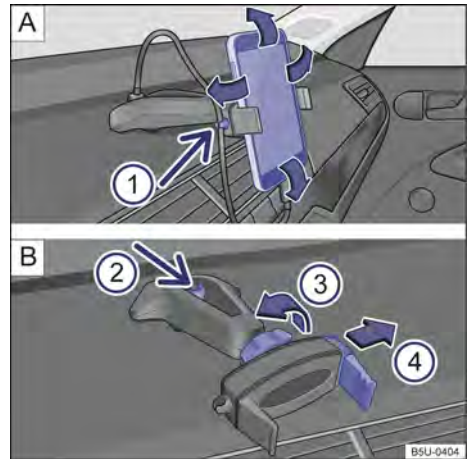

Fig. 222 No console central: suporte para smartphone e ajustes.
- Segurar o suporte com uma mão e pressionar o botão de destravamento → Fig. 222 [B] ② (seta).
- Com a haste → Fig. 222 [B] ④ deslocar no sentido da seta, e instalar o smartphone no alojamento.
- Com a outra mão deslocar a haste → Fig. 222 [B] ④ até que seja possível remover o aparelho do alojamento.
- Colocar o cabo USB na entrada carregador USB do suporte existente no painel de instrumentos → Fig. 222 [A].
- Prender o cabo no suporte → Fig. 222 [A] ①.
- Para liberar o movimento do suporte, girar a trava → Fig. 222 [B] ③ no sentido contrário da seta.
- Para fixar a posição, girar a trava no sentido da seta ③ → Fig. 222 [B] até a fixação total do suporte.
i O suporte para smartphone tem garantia de 3 anos, com exceção da haste deslizante (garra) → Fig. 222 **B** ④ que tem garantia de 1 ano.